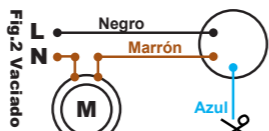

Fig.2 Vaciado
- Vaciado: (Fig.2) conectando el cable negro y el marrón, el circuito abre si el flotador está abajo y cierra si está arriba. Atención: aislar el cable azul/gris.